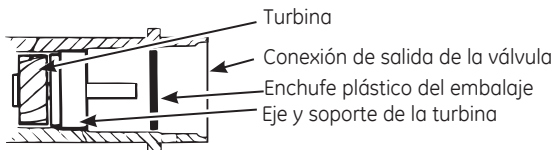

Figura 8
2. Asegúrese de que el ensamble de la turbina gire libremente en el puerto de "salida" de la válvula; (consulte la Figura 8).